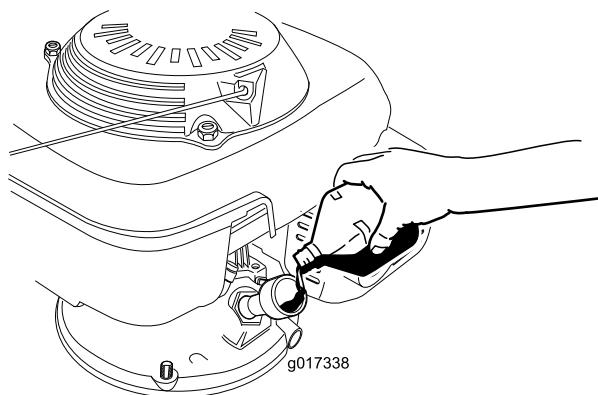

Figura 7
3. Vierta aceite **lentamente** en el tapón de llenado de aceite, espere 3 minutos y compruebe el nivel de aceite en la varilla limpando la varilla e insertándola **sin enroscar** en el orificio (Figura 7).